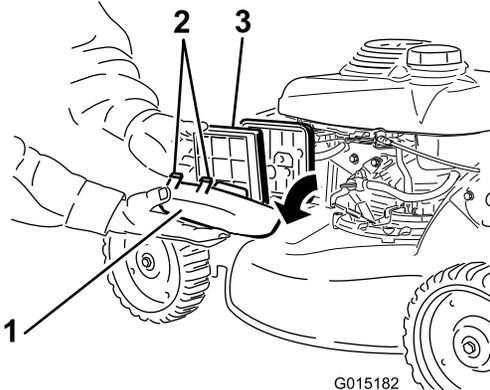

Figure 34
1. Appuyez sur les languettes de verrouillage en haut du couvercle du filtre à air et déposez le couvercle (Figure 34).
2. Déposez le filtre à air (Figure 34).